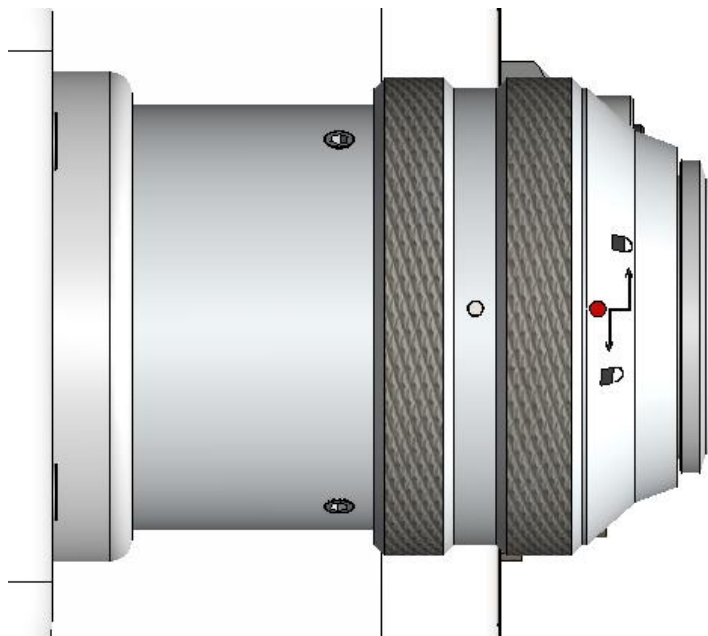

图2.5
- ③ 将QBH连接器拧至打开状态：逆时针方向旋至极限位置（可以感觉到“噎”的一声），注意转到位即可，不要大力拧动，否则可能会损坏QBH内部结构，如图2.5所示：